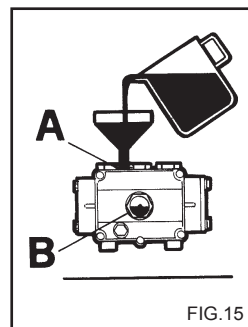

FIG.15
4) Avvitare il tappo di scarico ed introdurre l'olio dal foro superiore (fig. 15 A) fino al livello indicato sulla spia (fig. 15 B).